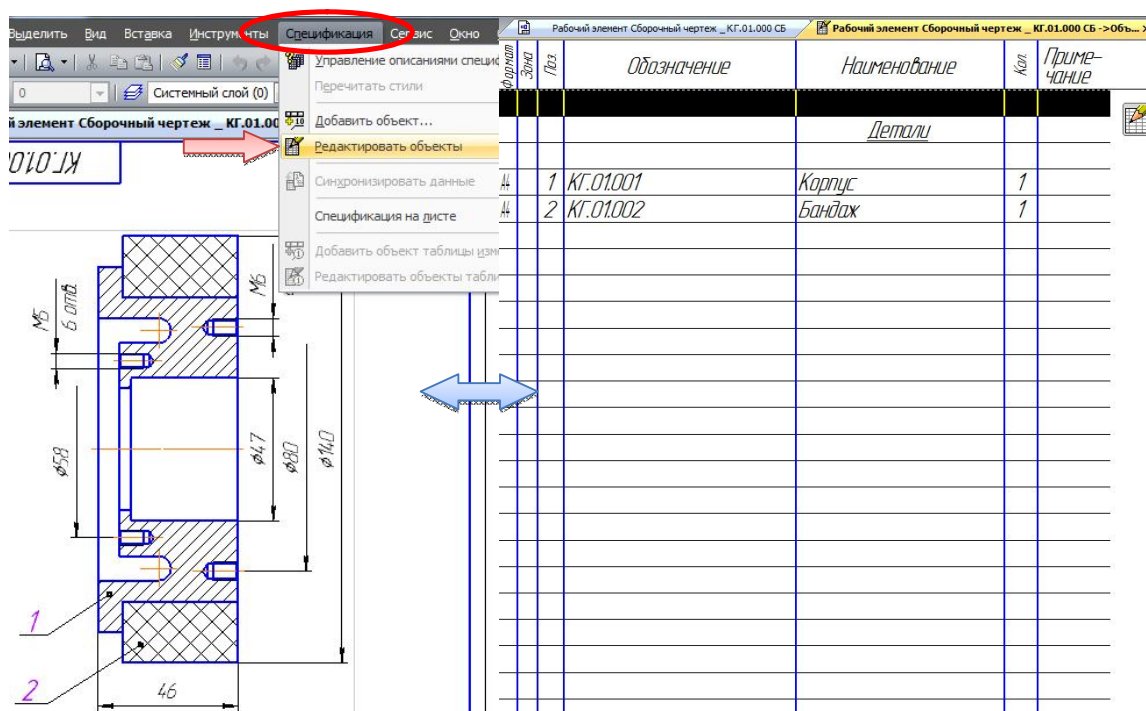

Рис. 2.37. Редактирование объектов спецификации
- Выполните команду «Спецификация → Редактировать объекты» (рис. 2.37).